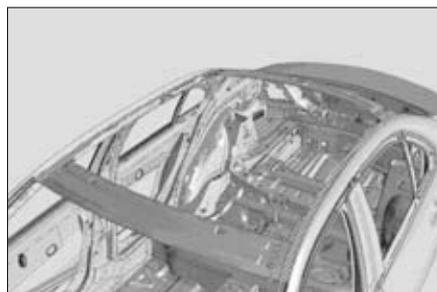

FIG. 128
- Appliquer de la colle à deux composants dans les zones quadrillées (Fig.128).